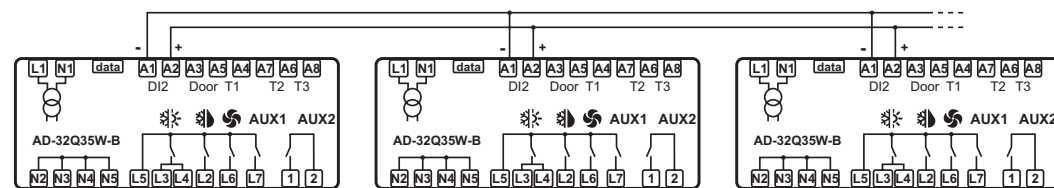

Abb. 3 Schaltplan für die Synchronisierung der Abtaustarts und -stopps
- **Synchronabtauerung.** Bei **DI2**=DSY und wie in Abb. 3 vernetzt mit mehreren AD-32-Geräten (siehe Parametertabelle) erfolgt die Abtauerung synchron auf allen angeschlossenen Geräten. Das Gerät, das als Erstes abtaut, steuert die Synchronabtauerungen aller anderen.